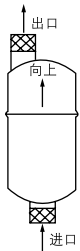

图1-1：1000系列
- 5) 为了确保阀门的正常运行，阀体应竖直安装在与视线垂直的位置。了解安装的正确方向及用扳手进行固定的正确位置，请参考图1-1、1-2及1-3。